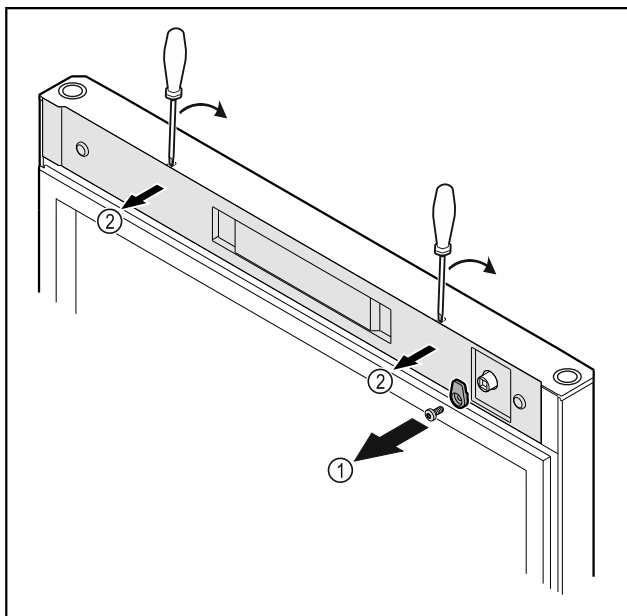

Fig. 20
- Odskrutkujte zatvárací hák Fig. 20 (1).
- Odistite kryt Fig. 20 (2) malým skrutkovačom a odoberte ho.